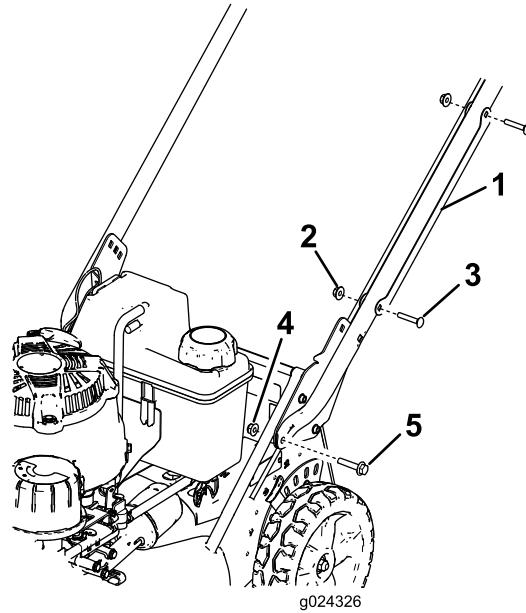

Figura 3
1. Retire los 2 pernos de cuello cuadrado y las 2 arandelas que sujetan el protector de cable al manillar, y retire el protector del cable del manillar (Figura 3).
arandela prensada (5/16 pulgada), según se muestra en Figura 3.
1. Perno de cuello cuadrado – 5/16 x 1-1/2 pulgadas (2)
2. Soporte del manillar (2)
3. Tuerca con arandela prensada – 5/16 pulgada (2)
6. Posicione el protector de cable en el manillar con los cables dentro del protector, y sujeté el protector al manillar con los 2 pernos de cuello cuadrado y las 2 contratuercas que retiró anteriormente (Figura 3).